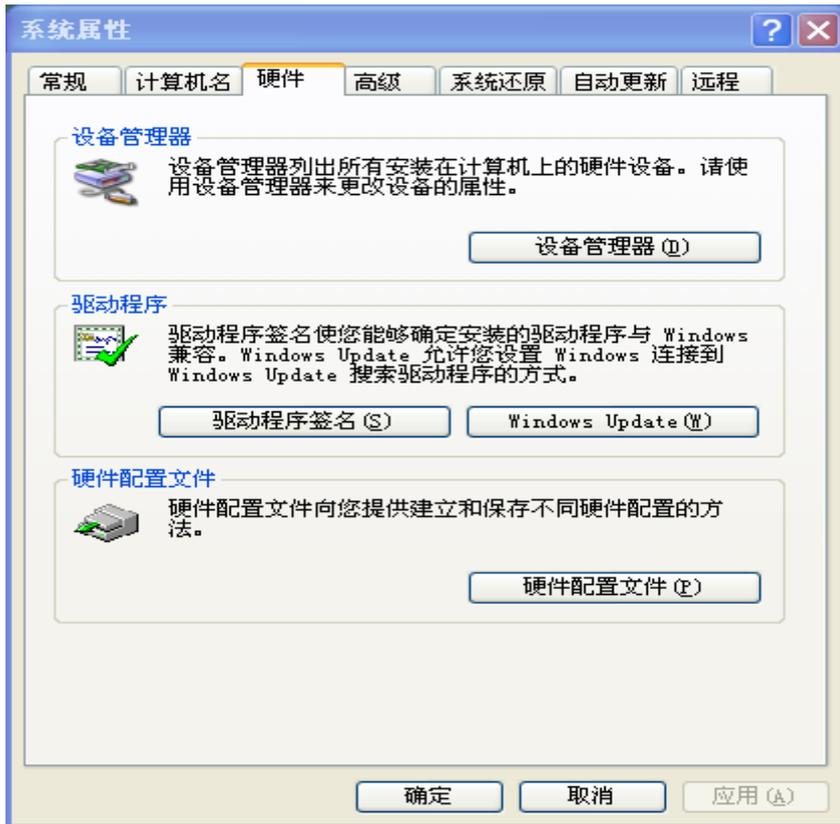

图 6 计算机系统属性
①右击“我的电脑”弹出菜单栏，点击“属性”，弹出“系统属性”对话框，如图 6 所示；